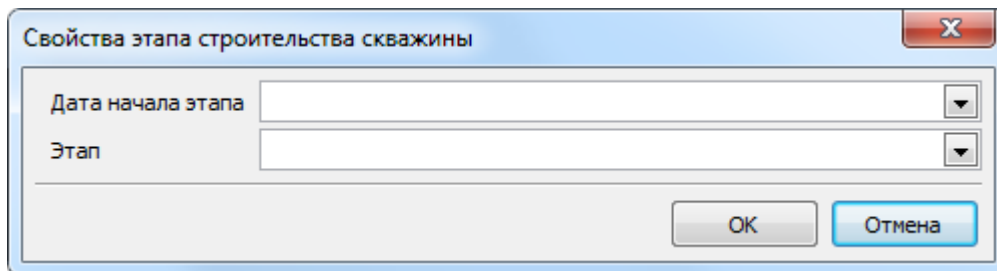

Рисунок 344. Диалог "Свойства этапа строительства скважины"
При редактировании информации об этапе строительства скважины работа происходит в диалоге **"Свойства этапа строительства скважины"** (Рис. 344).
3. В появившемся диалоге, аналогичном диалогу при добавлении информации об этапе строительства скважины (Рис. 344), измените необходимые данные.